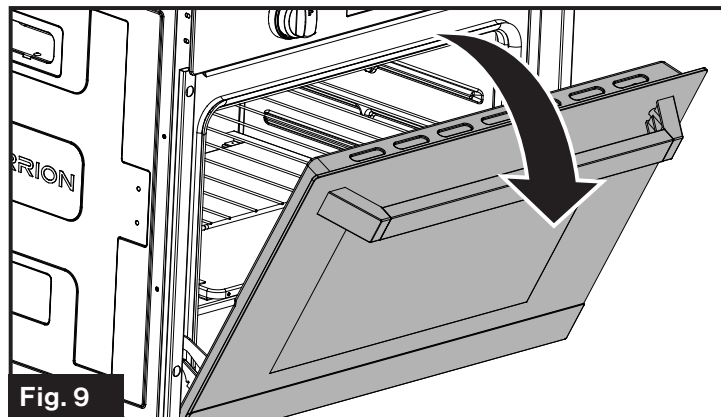

Fig. 9
2. Abra la puerta hasta el final. (Fig. 9)